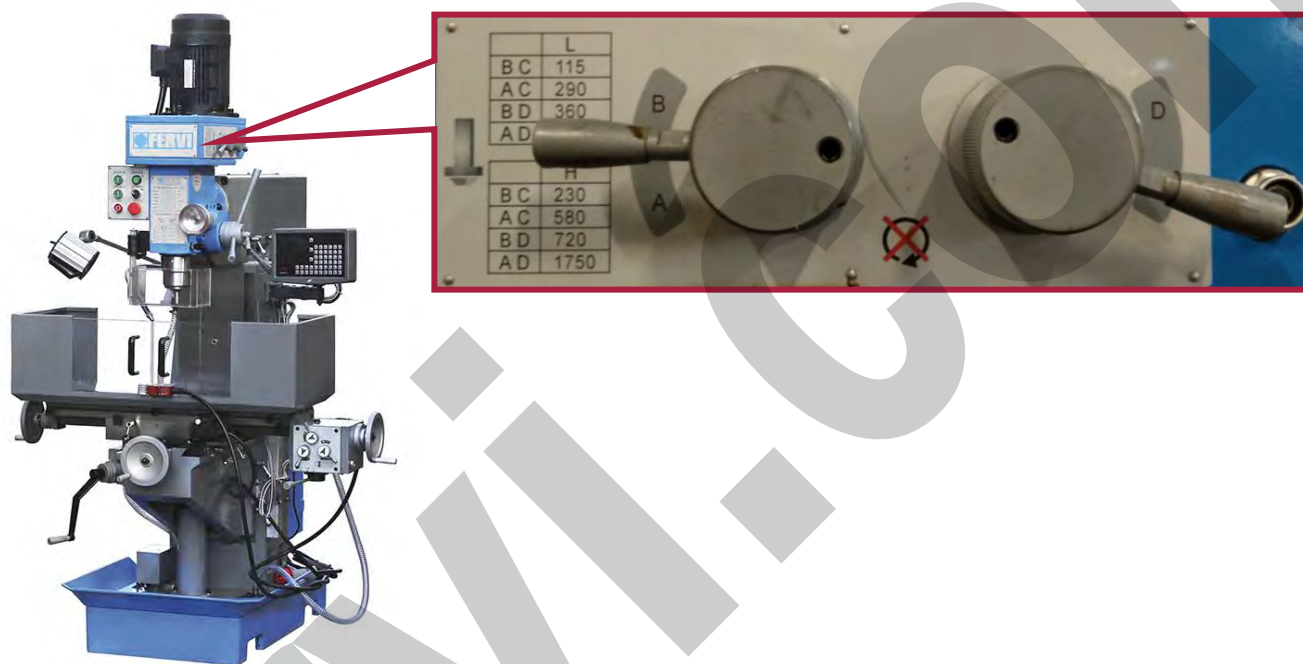

Figura 9 - Leve di regolazione della velocità di rotazione del mandrino.
3. Posizionare le due leve in Figura 9 secondo la configurazione corretta.